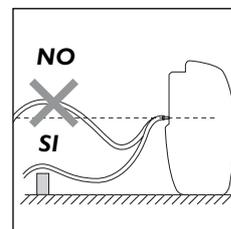

fig. 3
- Il tubo non deve superare l'altezza del beccuccio (Fig. 3). In caso contrario l'acqua resterà nella tanica; verificare inoltre che il tubo non sia strozzato.